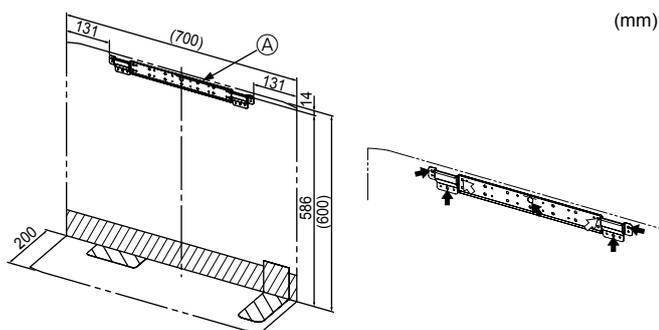

Fig. 3-1
- Installare la staffa saldamente sulla struttura della parete (pilastro, ecc.). (Fig. 3-1)